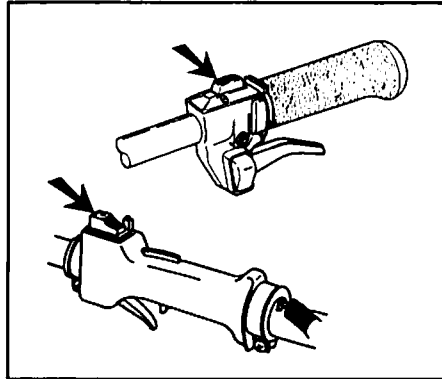

Fig. 2-5
**(En) Stopping (Fig. 2-5)**
**(Fr) Arrêt (Fig. 2-5)**
**(It) Arresto del motore (Fig. 2-5)**
**(Ge) Abstellen (Fig. 2-5)**
**(Sp) Parada (Fig. 2-5)**
**(Sw) Stopp av motorn. (Fig. 2-5)**